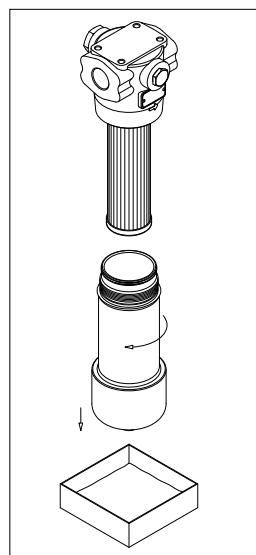

fig. 4
- Dalla lunghezza 4 il contenitore è composto da due parti i cui filetti sono bloccati (Fig. 4) Svitare il contenitore predisponendo un recipiente per la raccolta del fluido di lavoro